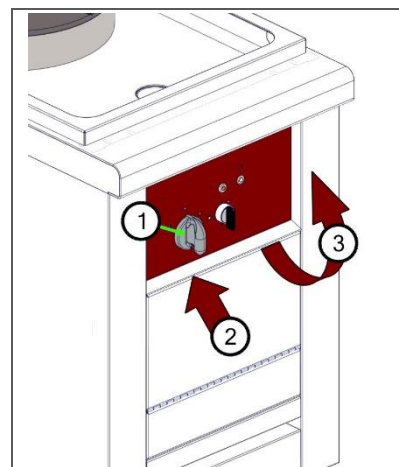

Fig. 10
- 1- Retirer la manette gaz du robinet (Fig. 10 – Rep. 1).
- 2- Insérer un tournevis plat entre le panneau de commande et la platine de déclenchement du feu afin de déclipser ce dernier (Fig. 10 – Rep. 2).
- 3- Basculer ensuite le panneau de commande vers le haut de façon à le libérer complètement de l'appareil (Fig. 10 – Rep. 3).